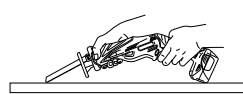
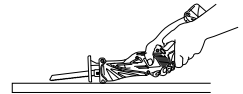

Fig. 25
Fig. 26
Avec cet outil, il est possible d'effectuer des coupes de poche dans des panneaux de contreplaqué et des panneaux de bois mince. La coupe de poche s'effectue en toute facilité avec la lame installée à l'envers, comme indiqué aux Fig. 26, 28 et 30. Utiliser une lame aussi courte et épaisse que possible. Il est recommandé d'utiliser la lame BIMETAL No. 107 mentionnée dans la page 34. Procéder avec précaution pour effectuer la coupe de poche et observer les procédures suivantes.
- (1) Appuyez la partie inférieure (ou la partie supérieure) du socle contre le matériau. Tirer sur la gâchette tout en maintenant l'extrémité de la lame éloignée du matériau. (Fig. 25, Fig. 26)